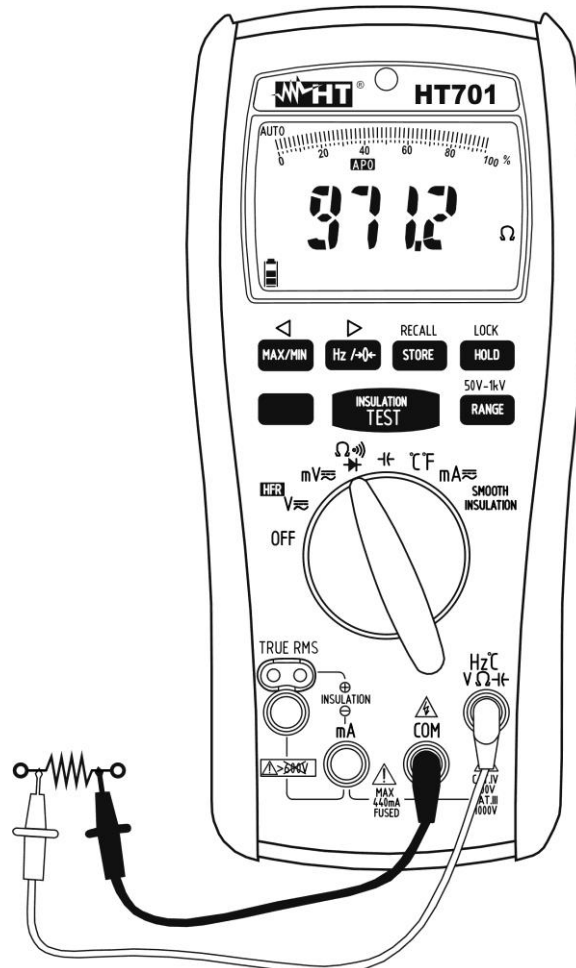

Fig. 6 : Utilisation de l'instrument pour mesure de résistance et test de continuité
3. Insérer le câble rouge dans l'entrée du jack $Hz^{\circ}C V \Omega Hz$ et le câble noir dans l'entrée du jack **COM** (voir la Fig. 6).